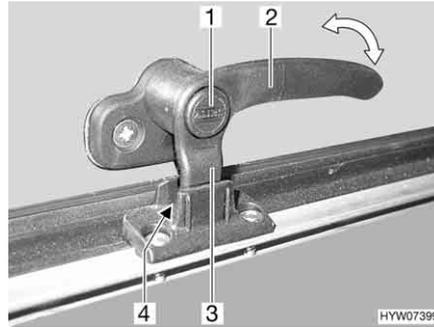
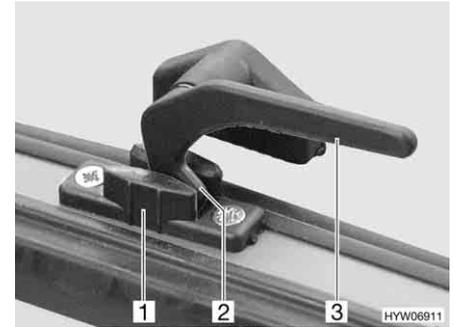

Fig. 77 Alavanca de trava com botão de segurança na posição "Arejamento contínuo"
Fig. 78 Alavanca de trava na posição "Arejamento contínuo"
- Na posição "Arejamento contínuo" (Fig. 77 e Fig. 78)
- Se disponível, prima o botão de segurança (Fig. 77,1) e mantenha-o premido.
- Gire a alavanca de trava (Fig. 77,2 ou Fig. 78,3) um quarto de volta na direção do meio da janela.
- Gire novamente para trás a alavanca de trava. Durante isto, desloque a ponta de trava (Fig. 77,3 ou Fig. 78,2) na alavanca de trava para dentro do entalhe no dispositivo de bloqueio da janela (Fig. 77,4 ou Fig. 78,1).
- Se disponível, largue o botão de segurança (Fig. 77,1).